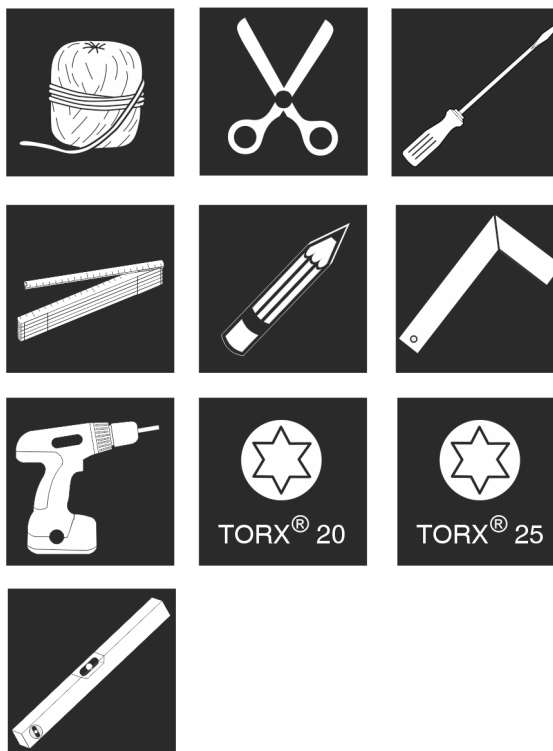

Fig. 9
1. Përgatitni veglat e punës. *Fig. 9 ()*